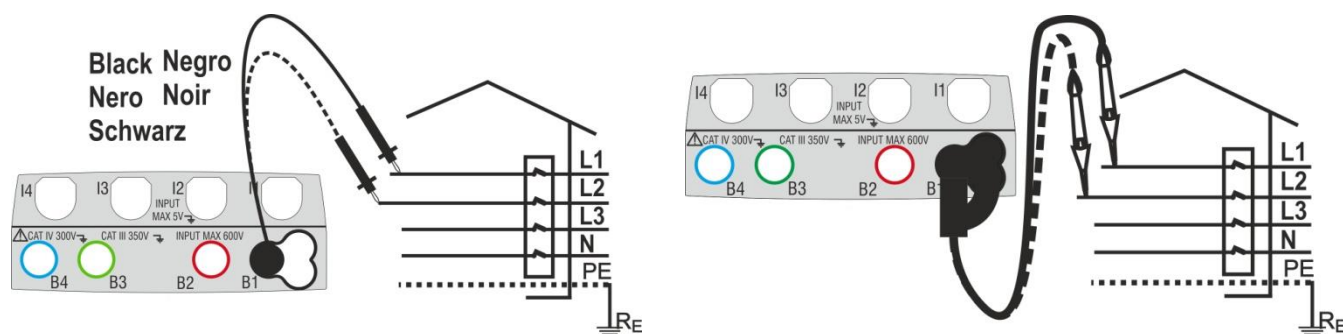

Fig. 23: Verificação da sequência das fases 1T com terminal e ponteira remota
3. Inserir os conectores azul e preto dos cabos individuais nos correspondentes terminais de entrada do instrumento B4, B1 (medição 2T). Inserir, nas extremidades livres dos cabos, os correspondentes crocodilos ou ponteiros. Também é possível utilizar a ponteira remota inserindo-lhe o conector multipolar no terminal de entrada B1. Conectar os crocodilos, ponteiros ou a ponteira remota à fase L1 e N de acordo com as Fig. 23 e Fig. 24
Nestas condições, conectar os crocodilos, ponteiros ou a ponteira remota à fase L2 e N de acordo com as Fig. 23 e Fig. 24